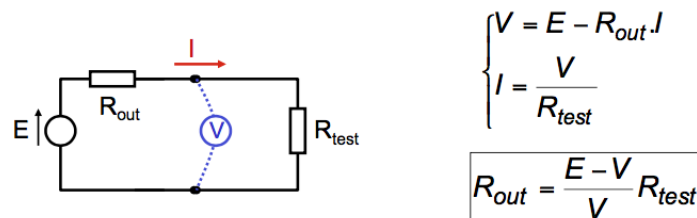

FIGURE 10 – Détermination de la résistance de sortie
- détermination de la résistance de sortie (fig 10).